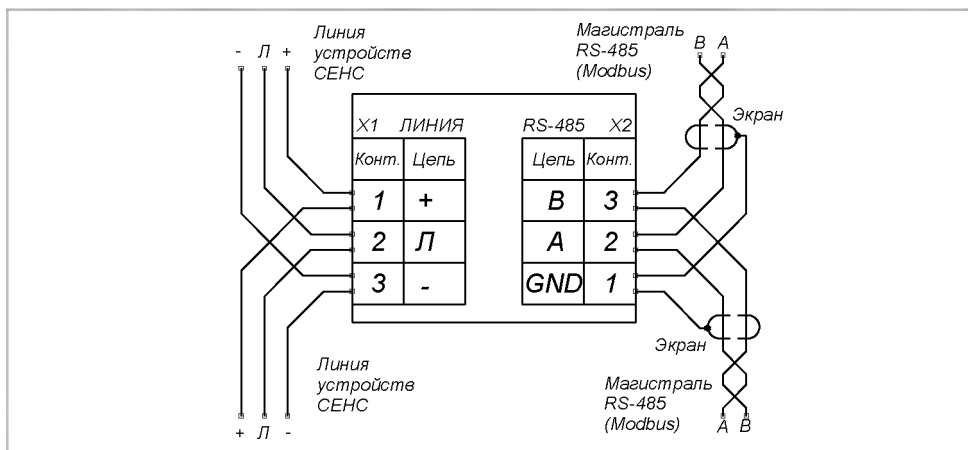
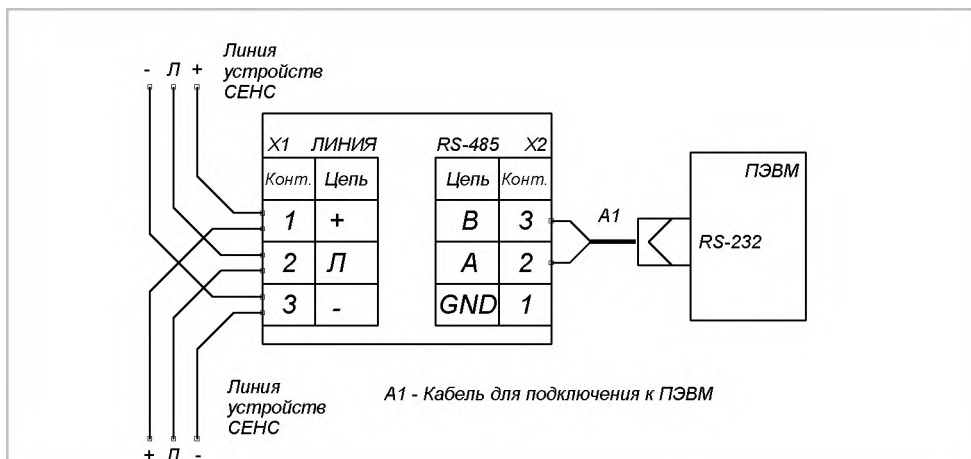

Рисунок 4 – Схема подключения адаптера к шине RS-485
Рисунок 5 – Схема подключения адаптера к порту RS-232 компьютера
9.2.1 Подключите адаптер к компьютеру согласно схемы на рисунок 4 (при подключении к порту RS-485) или схемы на рисунок 5 (при подключении к порту RS-232). Подайте питание на линию СЕНС.